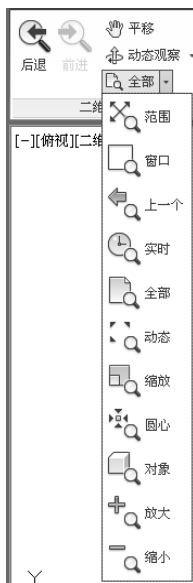

图 2-32 “二维导航”面板
① 功能区：在“视图”选项卡下“二维导航”面板中单击相应按钮，如图 2-32 所示。
① 功能区：在“视图”选项卡下“二维导航”面板中单击“平移”按钮 $\square$ ，如图 2-32 所示。
② 菜单栏：选择“视图”→“平移”命令。
③ 工具栏：在“标准”工具栏中单击“实时平移”按钮 $\square$ 。
④ 键盘命令：在命令行输入“PAN”命令。